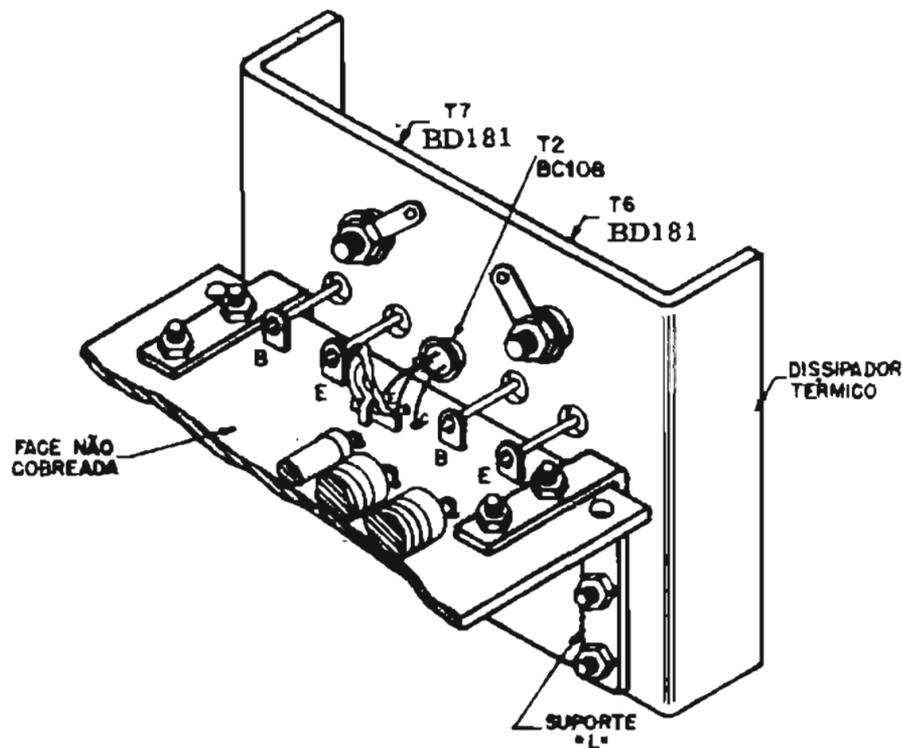

Figura 10 - Colocação de T2 (BC108) no dissipador térmico
- 12 - Fixe os dois suportes em forma de "L" à placa de fiação impressa, por meio de quatro parafusos  $3 \times 6$ mm, sem apertar definitivamente as porcas. Note, na figura 10, que o lado mais curto do suporte fica em contato com a face não cobreada da placa.
- 13 - Coloque um pouco de graxa de silicone ou vaselina sólida no corpo de  $T_2$  e encaixe-o no furo existente no dissipador térmico (veja figura 10). Encoste agora o dissipador aos suportes "L" de modo que as extremidades dos pinos de base e emissor de  $T_6$  e  $T_7$  encaixem nos orifícios dos quatro terminais, previamente soldados à placa de fiação impressa. Fixe o dissipador aos suportes "L"